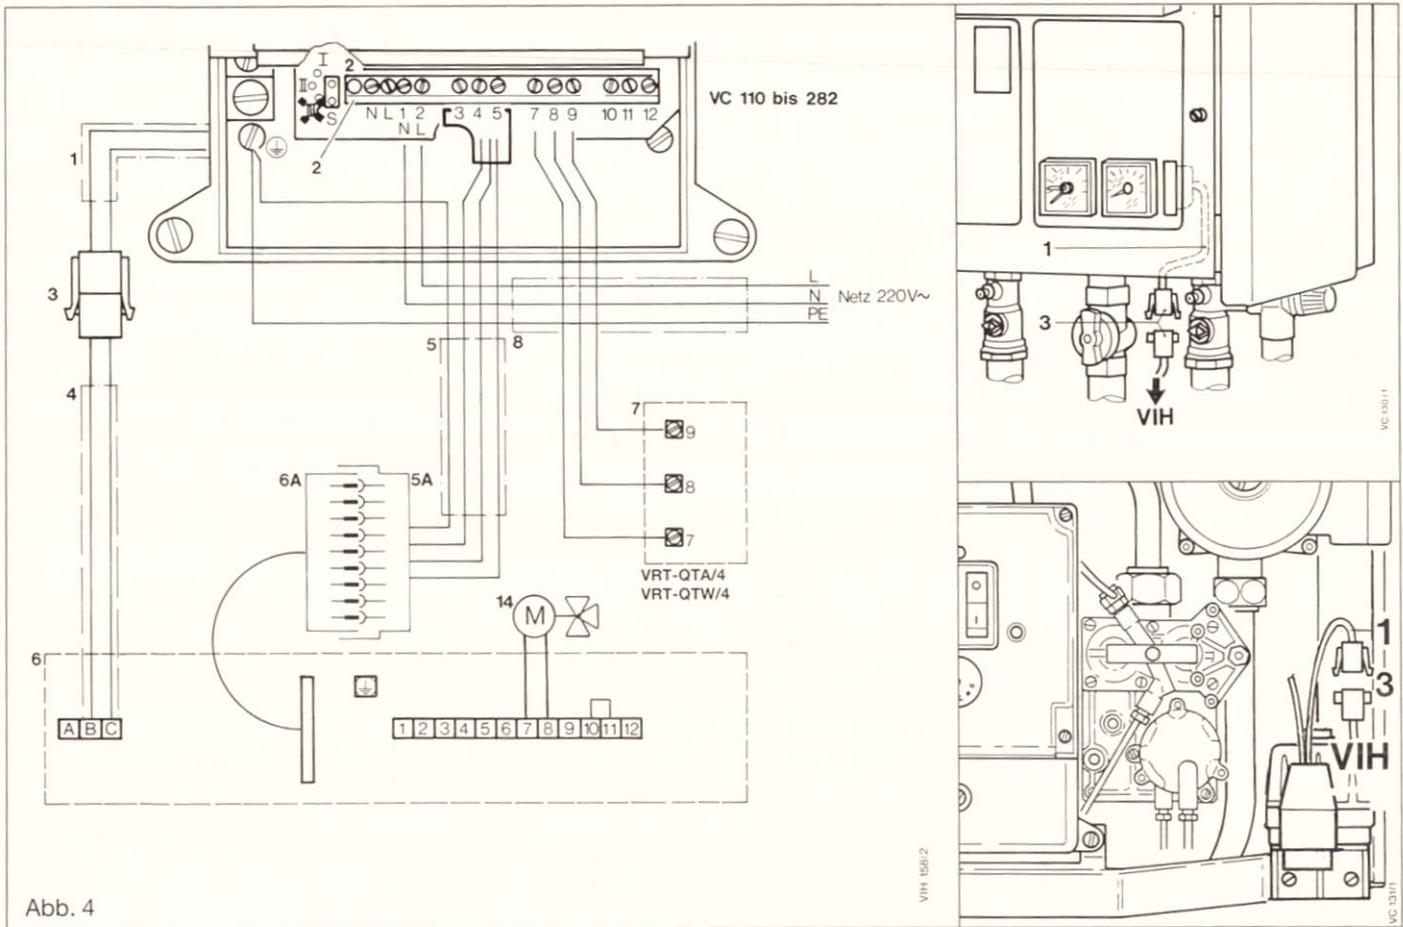

Abb. 4
Das 2-adrige Anschlußkabel (4) vom VIH zum VC-Gerät führen und Steckverbindung (3) am Stecker der Steuerleitung (1) herstellen. (Steuerleitung (1) siehe Abb. 4). Das 4-adrige Anschlußkabel (5) mit 9-poligem Stecker am entsprechenden 9-poligen Stecker des VIH aufstecken. Das Ende mit 3-poligem Stecker zum VC-Gerät führen. 3-poligen Stecker an den Klemmen 3, 4 und 5 der VC-Anschlußklemmleiste aufstecken und festklemmen. Separaten Schutzleiter am Schutzleiteranschluß des VC anklemmen.